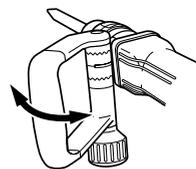

Fig. 6
- (2) Ajustela en una posición que facilite la operación vertical (hacia arriba y hacia abajo), como se muestra en la Fig. 6, la Fig. 7 y la Fig. 8.
- (3) Gire la empuñadura en el sentido de (B) para fijar el asa.